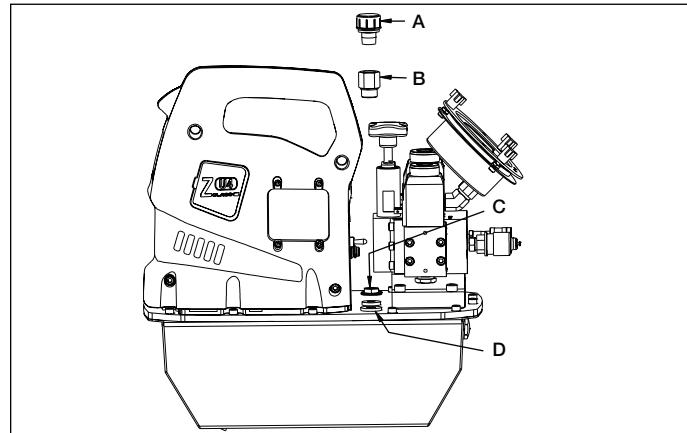
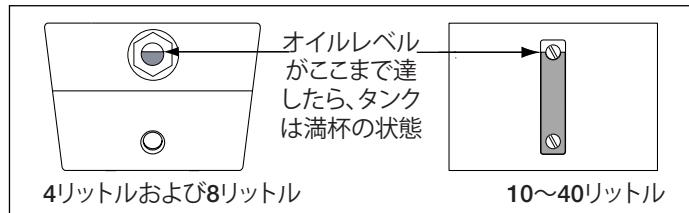

図2 ZU4 ブリーザの設置
図4 サイトガラス(覗き窓)
#### 4.1 タンクブリーザキャップ(図2参照)
始動前にポンプのオイルレベルを確認し、必要に応じてカバーブレートからSAE #10プラグを外してオイルを補給します(図2参照)。オイルレベルが図4の状態に達したら、タンクは満杯の状態です。.
始動前にポンプのオイルレベルを確認し、必要に応じてポートプラグを外してオイルを補給します。図2および図4を参照してください。オイルをタンクに補給する前に、トルクレンチが完全に後退していることを必ず確認してください。
6. オイルタンクに新しいEnerpac油圧油を注入します。タンクは、オイルレベルが図4の状態に達したら一杯です。